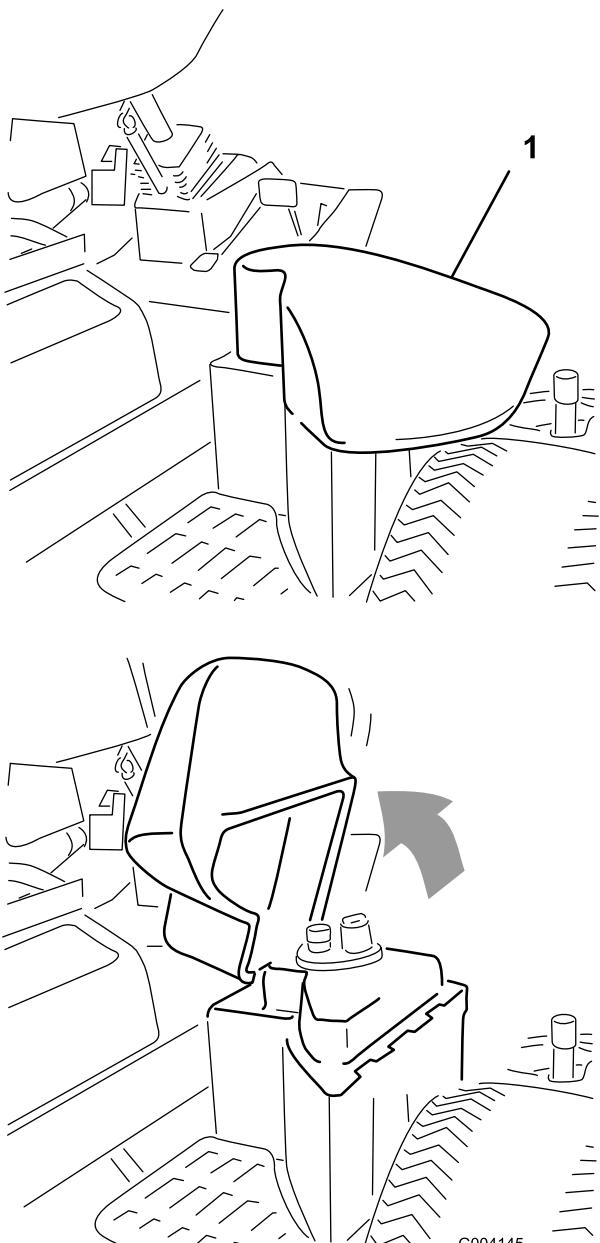

図 37
2. 機体右側から油圧オイルタンクのカバーを開ける (図 37)。